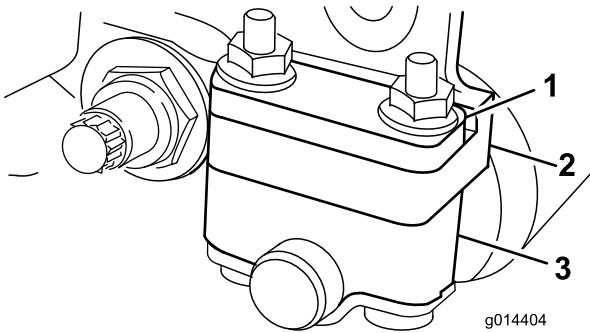
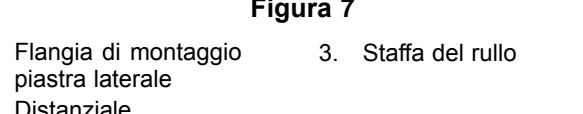

Figura 6
Figura 7
In base all'altezza di taglio desiderata occorrerà regolare le staffe del rullo posteriore (Figura 6 o Figura 7) nella posizione bassa o alta:
- Collocate il distanziale sopra la flangia di montaggio della piastra laterale (impostazione di fabbrica) se l'altezza di taglio è compresa tra 1,6 mm e 6,4 mm (Figura 6).
2. Rimuovete i (2) dadi che fissano ogni staffa del rullo e ogni distanziale a ciascuna flangia di montaggio della piastra laterale.
4. Collocate i distanziali sulle viti al di sopra o al di sotto delle staffe del rullo, come opportuno (Figura 6 o Figura 7).